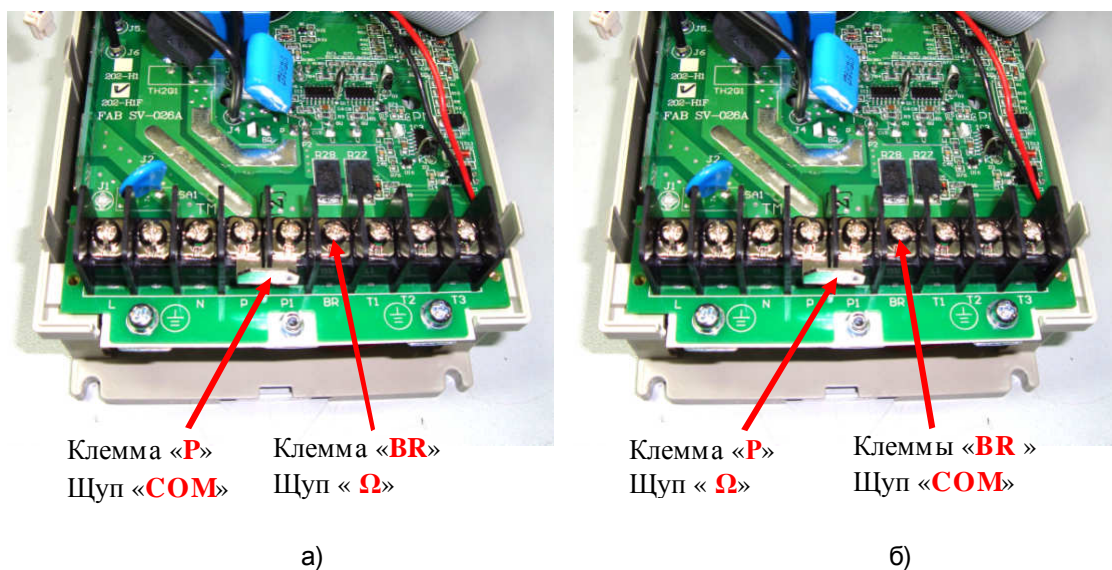

Рис.4.9. Проверка силового ключа тормозного прерывателя.
4.7.10. Проверить цепь P-BR (защитный диод ключа динамического торможения), как показано на рис. 4.9. Исправная цепь «звонится» как диод (при прямой проводимости показания прибора 200.....1000, рис. 4.9.а, при обратной проводимости – «Обрыв цепи», рис. 4.9.б).